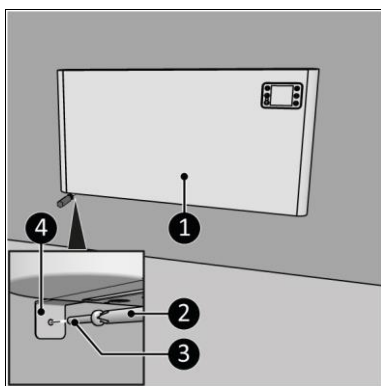

Figure 13
15. Vissez et serrez les supports de l'appareil (Figure 13, pos. 4) avec une grande vis (Figure 13, pos. 3) au mur à l'aide d'un tournevis Phillips (Figure 13, pos. 2).